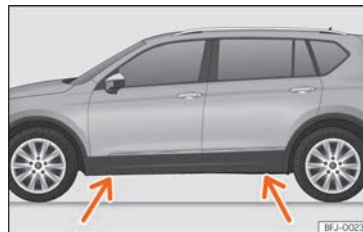

Fig. 76 Traverse : repères.
- Recherchez sur le bas de caisse la marque du point d'appui du cric (zone renforcée) le plus proche de la roue à changer » » **fig. 76**.